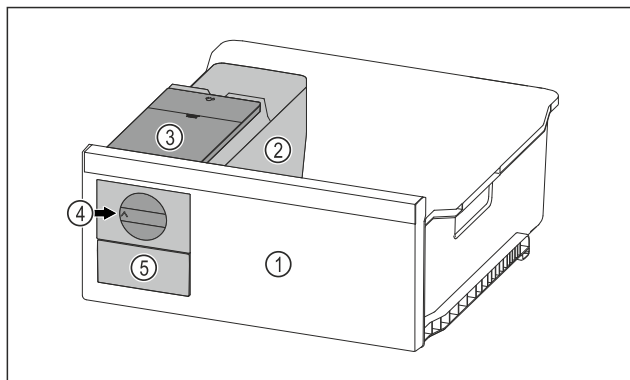

Fig. 139 Beispielhafte Darstellung
- Drehknopf Fig. 139 (4) im Uhrzeigersinn bis zum Anschlag drehen.
- Eiskubel fallen aus der Eiskubelschale in das Eiskubelschubfach Fig. 139 (5).